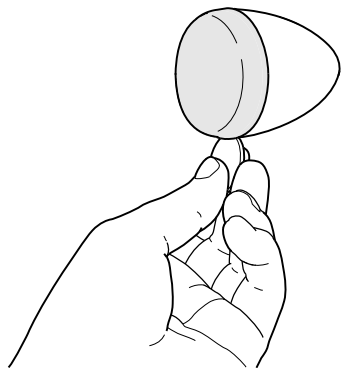

Abbildung 47. Streuscheibe entfernen.
1. Siehe Abbildung 47. Eine Münze oder die Klinge eines kleinen Schraubendrehers in die Kerbe an der Unterseite der Streuscheibe einsetzen. Die Münze vorsichtig drehen, bis der Streuscheibendeckel aus dem Blinkergehäuse herausspringt.